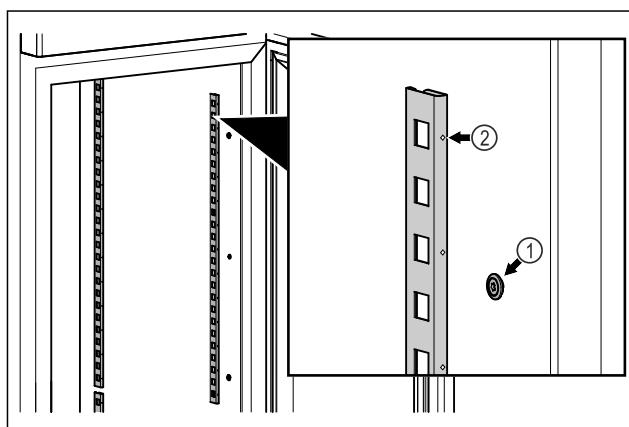

Fig. 85 Représentation à titre d'exemple
- Accrocher les bandes d'encliquetage dans la suspension Fig. 85 (1). Le repère Fig. 85 (2) doit pointer vers l'avant.